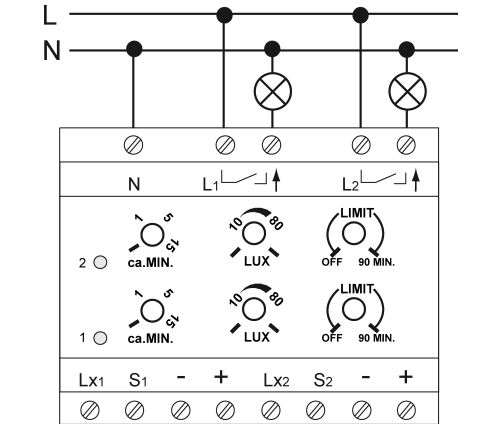

Bild 6: Anschlussplan Leistungsteil 2-Kanal
- Leistungsteil gemäß Anschlussplan (Bild 6) anschließen.